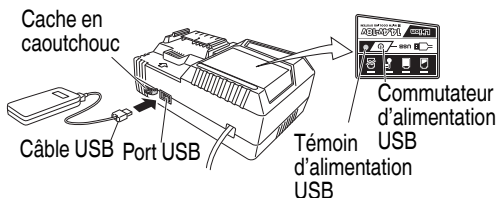

Fig. 9
- (2) Mettez le commutateur d'alimentation USB sur marche (Fig. 9)
- (3) Connectez le câble USB. (Fig. 9)
- (4) Lorsque la charge est terminée
- Mettez le commutateur d'alimentation USB sur arrêt et débranchez le câble d'alimentation de la prise électrique. (Fig. 9)